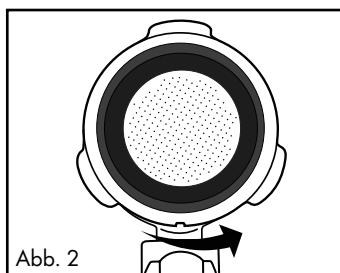

Abb. 2
- Drehen Sie dann das große **19** oder kleine Espresso Sieb **20** etwas, so dass dieses nicht mehr herausfallen kann (Siehe Abb. 2).